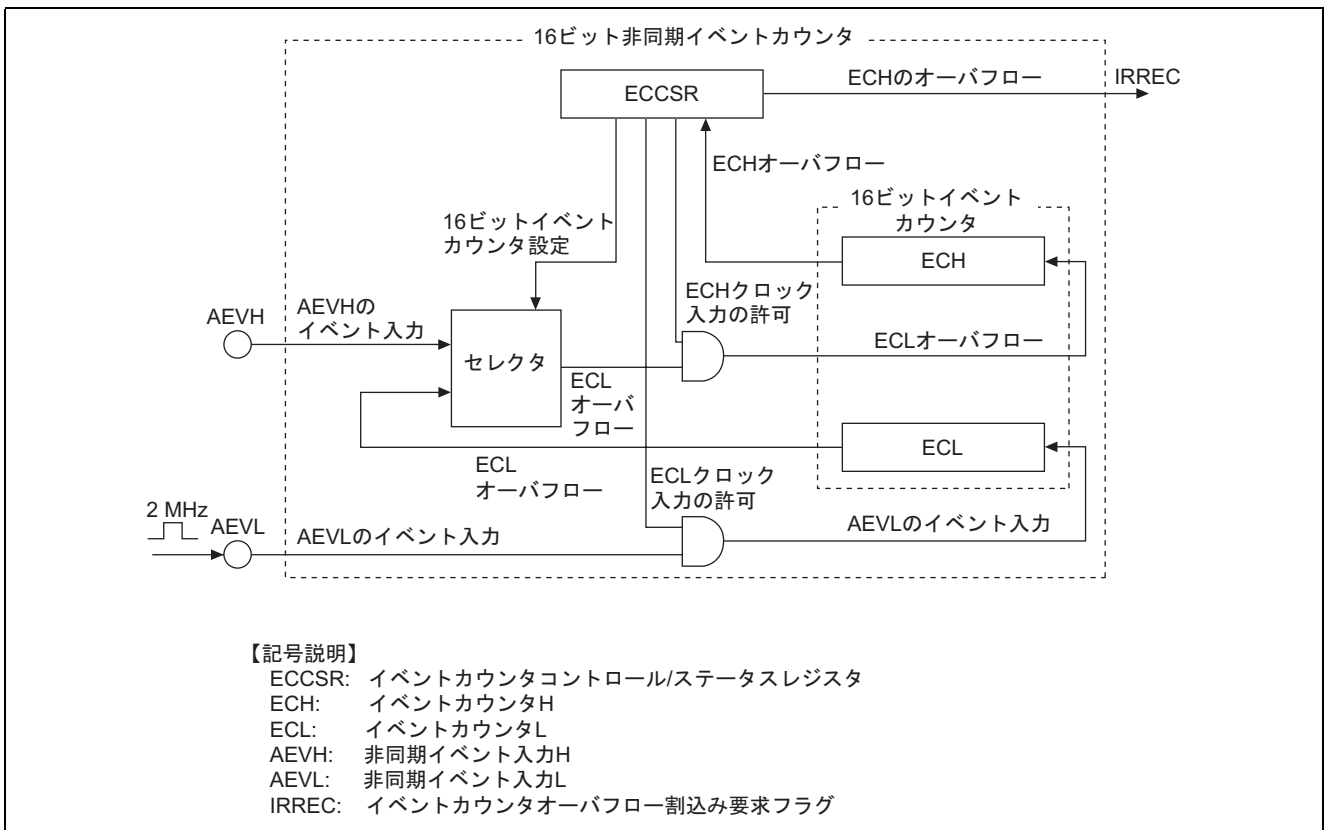

図 1 非同期イベントカウンタブロック図
- (1) 本タスク例では、非同期イベントカウンタ(AEC:Asynchronous Event Counter)を使用して、サブアクティブ、アクティブモード間の遷移、およびポートの反転を行いません。以下に、非同期カウンタの特徴を示します。
- (2) 図 1 に本タスク例で使用する 16 ビット非同期イベントカウンタのブロック図を示します。